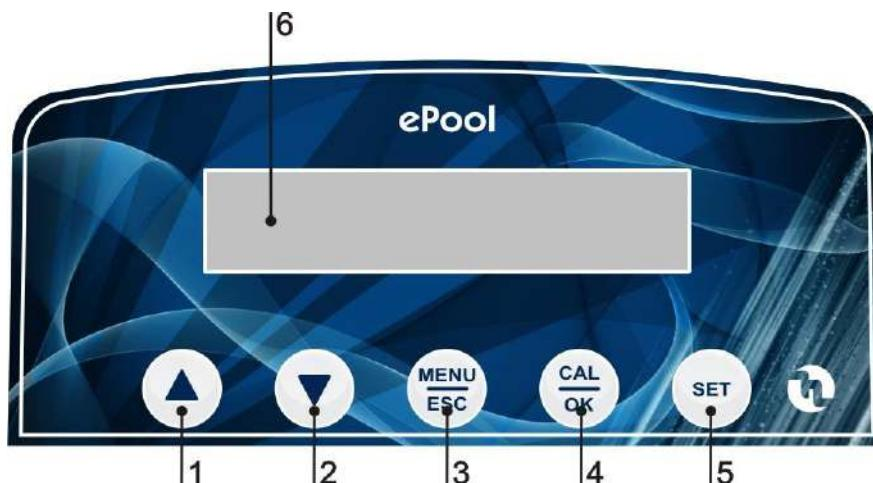

Fig. 4 – Pannello Comandi
- Assicurarsi che la stessa sia disattivata elettricamente (entrambe le polarità) staccando i conduttori dai punti di contatto della rete attraverso l'apertura dell'interruttore onnipolare con distanza minima tra i contatti di mm 3 (Fig. 4).
Premere insieme i tasti dei valori di incremento (1) e di riduzione (2). (fig. 4).
Con la Pompa in STAND-BY premere insieme i tasti MENU/ESC (3) e CAL/OK (4) (fig.4).